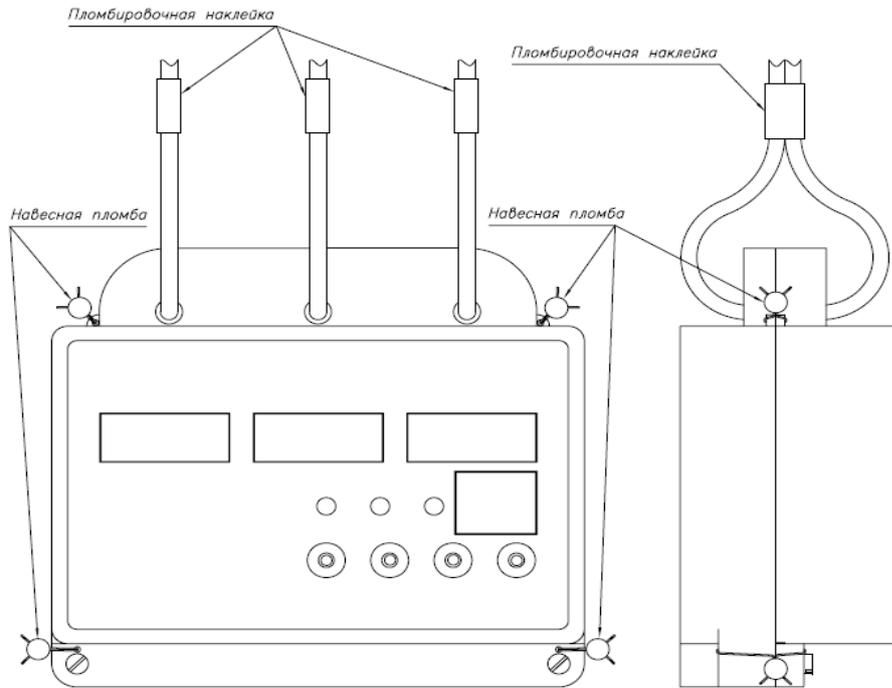

Рисунок 2 – Пломбирование LPW-305
4.5 Защитная крышка, закрывающая клеммную колодку, пломбируется надзорной службой электроконтроля после осуществления всех необходимых подключений при помощи пломбирочной проволоки, отверстия для которой находятся в нижней левой и правой частях корпуса LPW-305 (см. рисунок 2). Способ крепления пломбы и положение пломбирочной проволоки должен исключать её попадание в зону контактов клеммной колодки.
4.6 Провода токовых входов пломбируются надзорной службой электроконтроля специальной пломбирочной лентой на месте установки LPW-305 (см. рисунок 2).